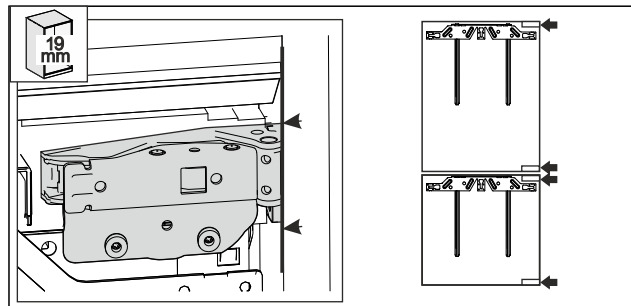

Fig. 52 *
- Parete laterale del mobile spessa 19 mm: il bordo anteriore delle cerniere è a filo con la parete laterale del mobile. Fig. 52 ()